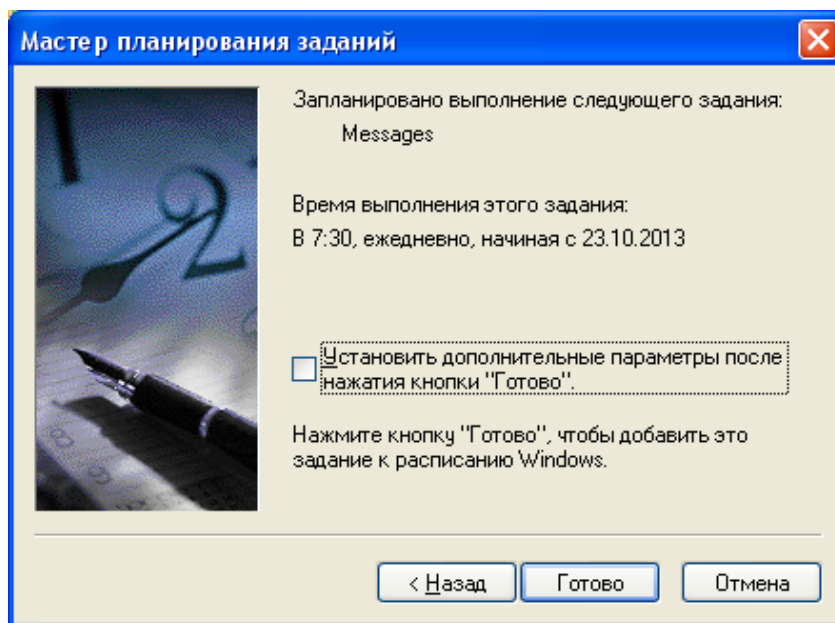

Рис. 35.
7) Введите имя и пароль и нажмите кнопку **Далее**. Откроется окно (рис. 35), в котором нажмите кнопку **Готово**. Для пользователя, от имени которого выполняется назначенное задание, должен быть разрешен вход в качестве пакетного задания (в соответствии с политикой безопасности в домене).